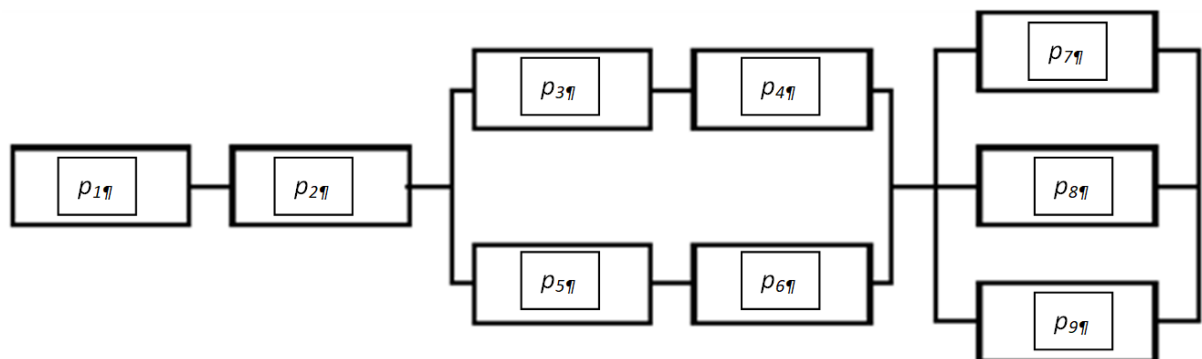

Рис. 1. Структурная схема надежности технической системы
18. Техническая система предназначена для выполнения некоторой задачи. С целью обеспечения работоспособности система спроектирована со смешанным соединением элементов (рис. 1). Определить надежность системы, если известно, что надежность ее элементов равна:  $p_1 = 0,99$ ;  $p_2 = 0,98$ ;  $p_3 = 0,9$ ;  $p_4 = 0,95$ ;  $p_5 = 0,9$ ;  $p_6 = 0,9$ ;  $p_7 = 0,8$ ;  $p_8 = 0,75$ ;  $p_9 = 0,7$ .